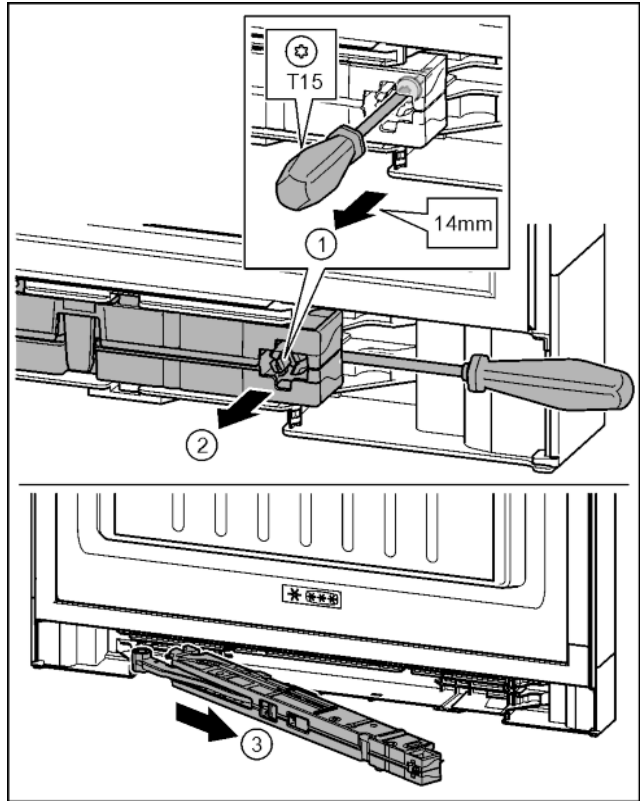

Fig. 21
► С отвертка T15 отвийте винта на блока на затварящия демпфер с ок. 14 mm. Fig. 21 (1)
► От страната на дръжката вкарайте отвертка зад блока на затварящия демпфер. Завъртете блока напред. Fig. 21 (2)
► Извадете блока. Fig. 21 (3)